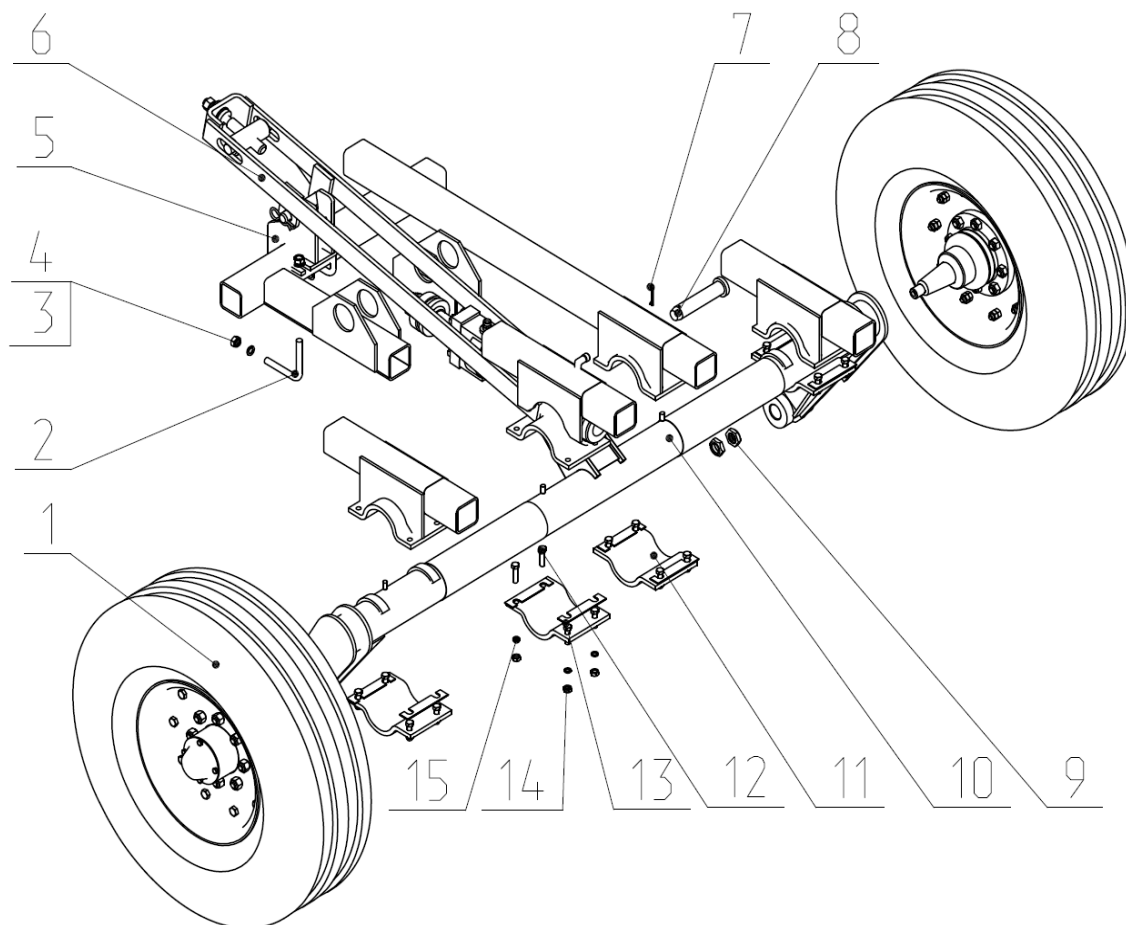
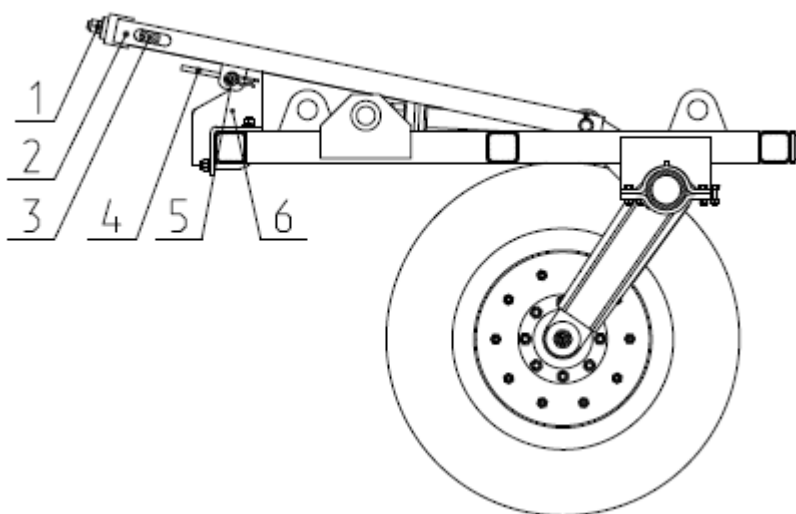

Рис.5 Колесная пара
Рис.6 Положение транспортного фиксатора при транспортировке культиватора.
2.10 Колесная пара (Рис.5) служит опорной частью культиватора, так и для ограничения заглубления рабочих органов центральной секции при выполнении культивации.
2.10.2 Для блокировки колесной пары в транспортном положении служит транспортный фиксатор 2 (рис.6), который закрепляется в проушинах штанги осью 8 (рис.5), а другой частью через палец 4 (рис.6) входит в зацепление с упором 6. Положение транспортного фиксатора в транспортном положении см. рис.6.